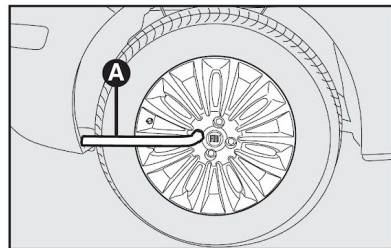
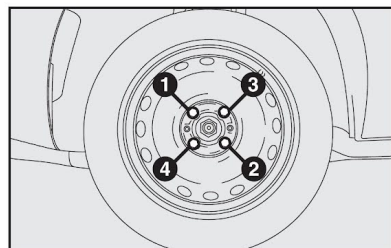

fig. 11
fig. 12
- Apertar bem os parafusos **fig. 11**, passando alternadamente de um parafuso ao outro diagonalmente oposto, de acordo com a ordem ilustrada na **fig. 12**.
**ADVERTÊNCIA:** para versões do modelo que possuem roda em liga e estepe em chapa, não utilizar o dispositivo de bloqueio **A-fig. 11**, pois ele é dimensionado para estepe com roda em chapa de aço, não permitindo a fixação da roda em liga.